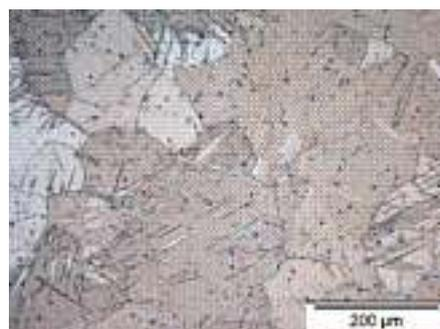

Bild 6: Gefügebild von Magnesium mit feinen Kristallkomgrößen
- Kornfeinungsbehandlung für hochfeste Mg-Legierungen, siehe **Bild 6**